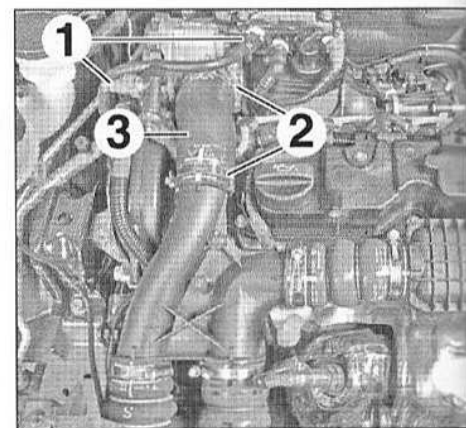

FIG.95
- Débrancher et écarter les canalisations de carburant (1) (Fig.95).
- Desserrer les colliers (2).
- Déposer le conduit d'air (3).